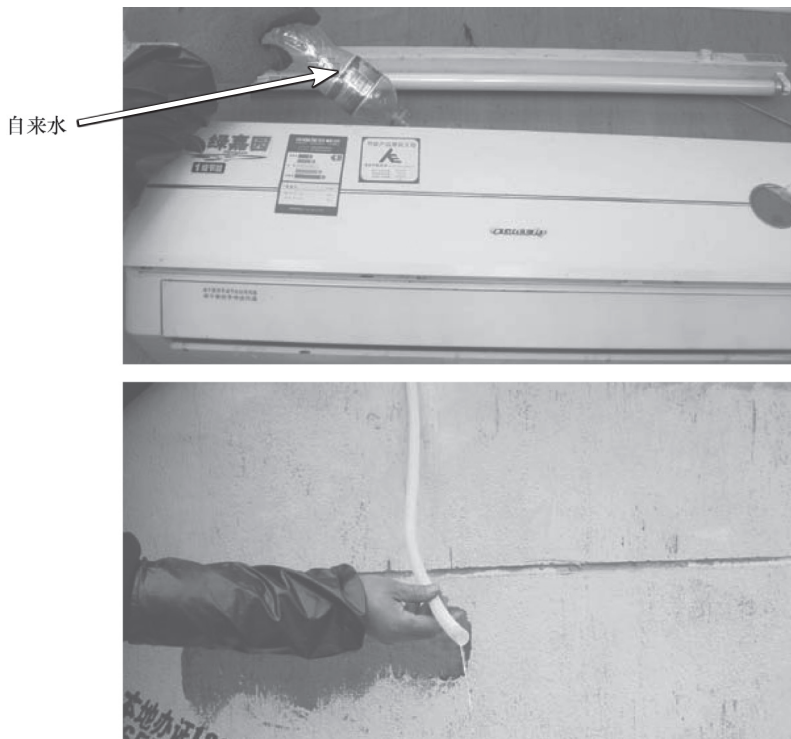

图 7-31 向蒸发器倒水, 排水管全漏出
2) 向蒸发器内倒水, 在室外观察水能全部流出, 如图 7-31 所示, 室内机没有漏水, 空调器正常。